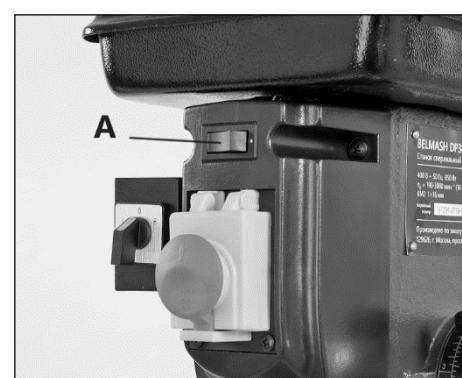

Рисунок 19.
Для включения/выключения лазерного указателя, воспользуйтесь выключателем (A) (рис. 19).